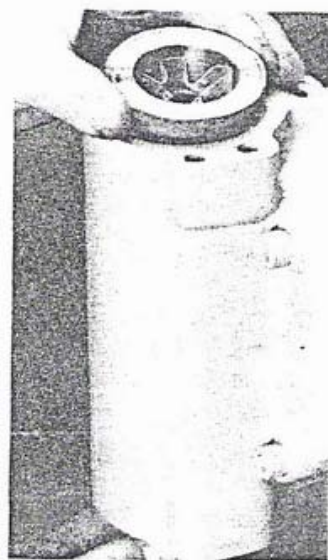

图 25
22. 继续提住凸缘，取下液管适配器和其下面的所有垫片（图 25）。